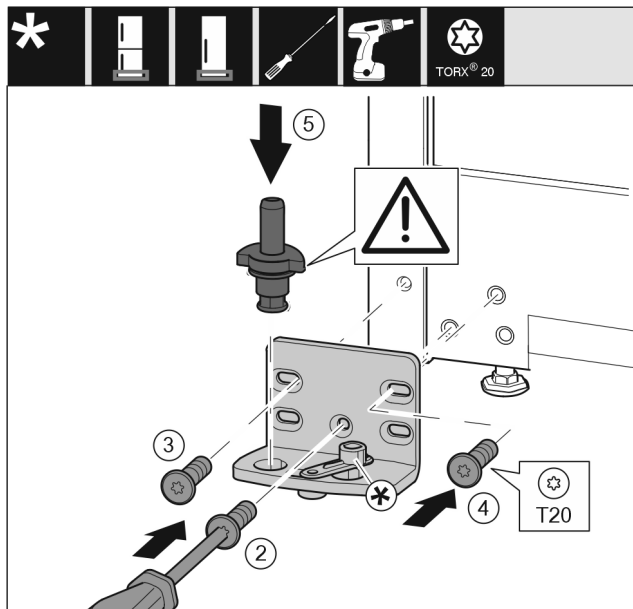

Fig. 18
- Εφαρμόστε το στήριγμα στην άλλη πλευρά και βιδώστε το με τη βοήθεια ενός κατσαβιδιού. Αρχίστε με τη βίδα Fig. 18 (2) κάτω στο κέντρο.
- Σφίξτε τη βίδα Fig. 18 (3) και τη βίδα Fig. 18 (4).
- Τοποθετήστε ολόκληρο τον πείρο Fig. 18 (5). Βεβαιωθείτε ότι το έκκεντρο ασφάλισης είναι στραμμένο προς τα πίσω.